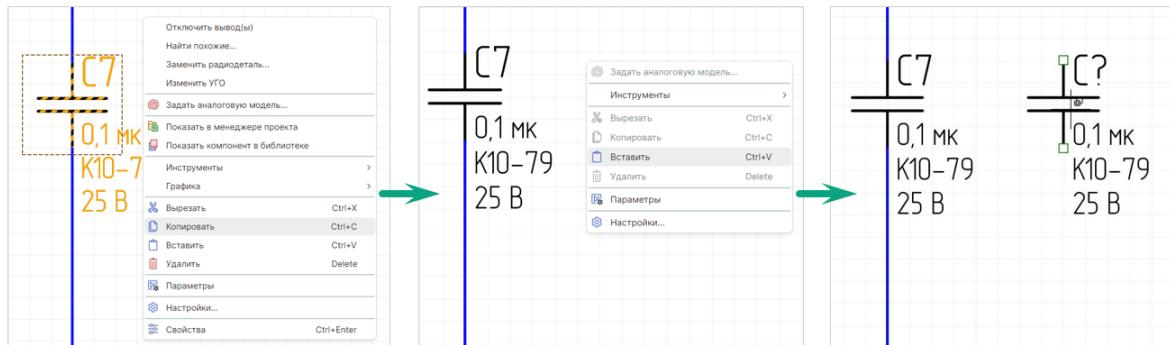

Рис. 208 Копирование и вставка объекта на схеме
3. Перейдите на свободное место листа схемы и в контекстном меню выберите пункт «Вставить» или воспользуйтесь сочетанием клавиш «Ctrl+V», после чего скопированный объект будет размещен, см. Рис. 208.